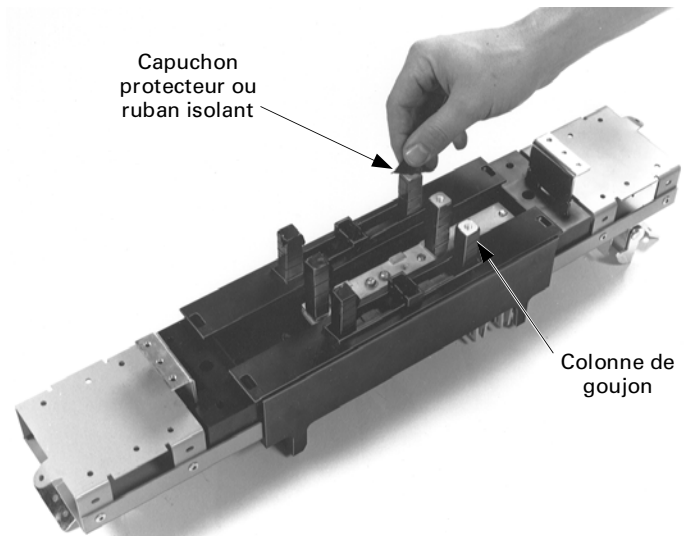
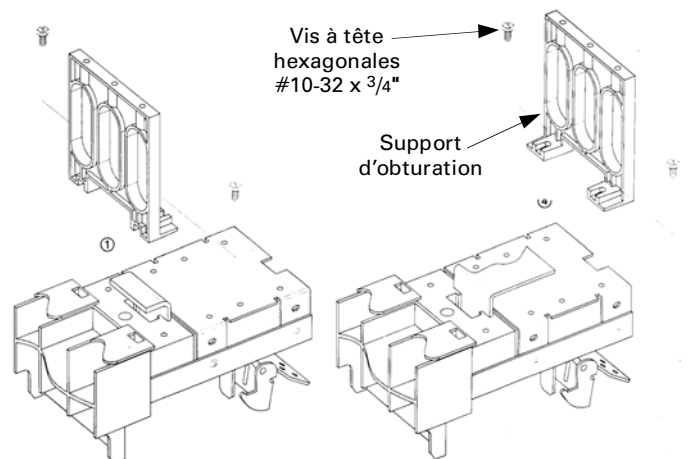

Figure 2. Retrait des capuchons ou du ruban des colonnes de goujons du module de disjoncteur.
Figure 3. Fixation des supports d'obturation en position.
2. **Préparer le module de disjoncteur.** Ne retirer les capuchons protecteurs ou le ruban isolant que des hauts de colonnes de goujons auxquels le disjoncteur doit être fixé, comme montré à la Figure 2. Fixer les supports d'obturation, comme montré à la Figure 3, avec des vis à tête hexagonales #10-32 x 3/4" serrées à 15–20 lb.-po. La position correcte du support d'obturation est listée à la Table 1.